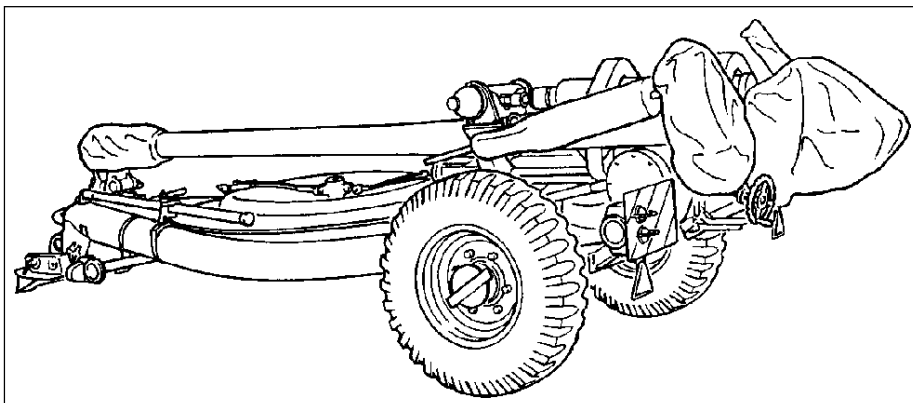

Fig 2-2. Peça em posição de marcha
(2) Posição de marcha; (Fig 2-2)